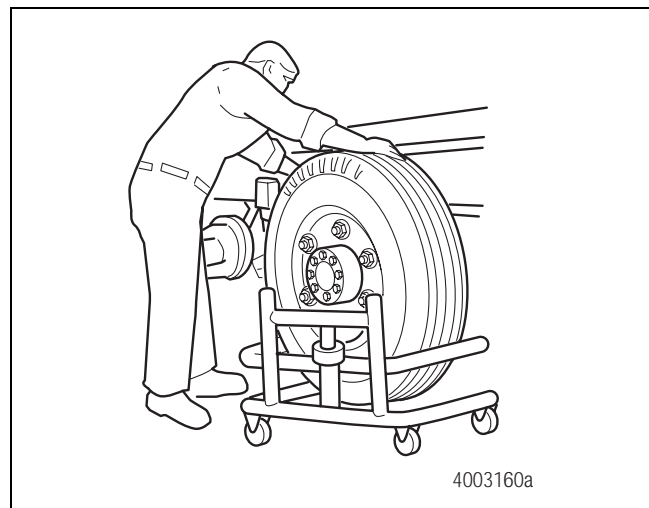

Figura 3.4
5. Retire el conjunto de neumático y rueda siguiendo los procedimientos especificados por el fabricante de la rueda. Figura 3.4.